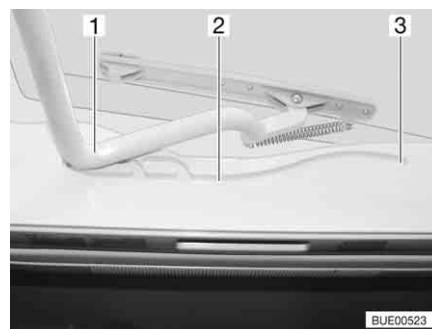

Bild 105 Heki-taklucka, spår
- Dra in bygel (Bild 105,1) i spåren (Bild 105,2) till den bakersta positionen (Bild 105,3).
- Tryck bygel (Bild 105,1) lätt uppåt med båda händerna.
- Drag bygel till önskad position i spåret (Bild 105,2).